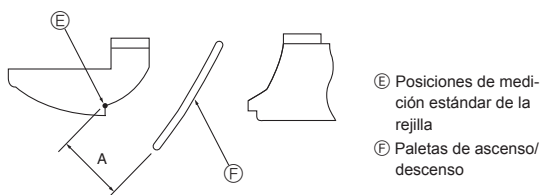

Fig. 8-10
- 3 Para ajustar la dirección de flujo de aire deseada, mueva lentamente las paletas hacia arriba/abajo dentro del margen especificado. (Fig.8-10)